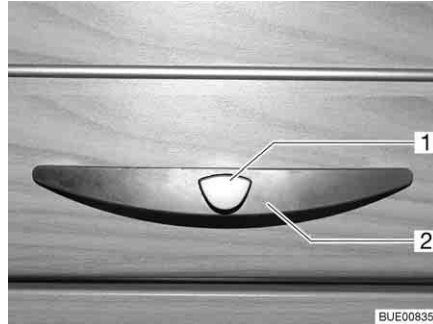
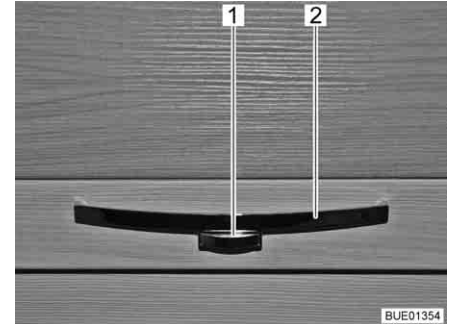

Fig. 53 Trampa de muebles con tirador (ejemplo)
Fig. 54 Trampa de muebles con tirador (ejemplo)
- Presionar el botón de desbloqueo (Fig. 53,1 ó Fig. 54,1) en el tirador (Fig. 53,2 ó Fig. 54,2) y mantenerlo presionado.